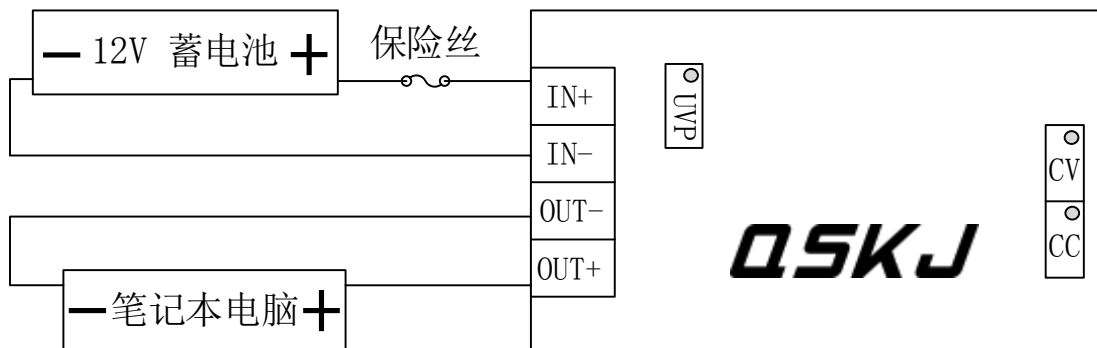

图 3
3. 笔记本电脑输入电源线的正极连接模块的 OUT+，笔记本电脑输入电源线的负极连接模块的 OUT-。（如图 3 所示）